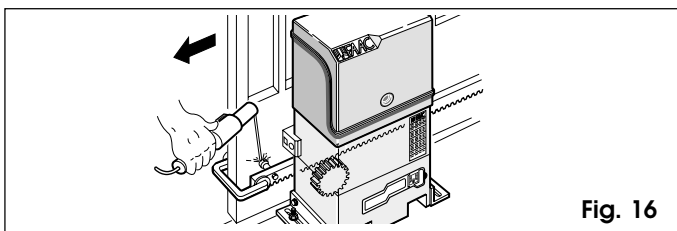

Fig. 16
- 3) Apoyen sobre el piñón la primera pieza de cremallera comprobando que esté perfectamente horizontal y suelden el pasador roscado sobre la verja tal y como se indica en la Fig.16.